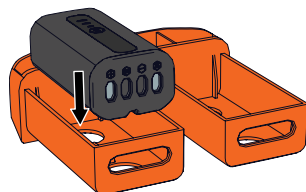

Figure 14
5. Remettre les couvercles et réinsérer les boîtiers de piles dans le compartiment de piles. Veiller à ce que l'extrémité munie d'ouvertures soit alignée avec l'ouverture sur l'arrière du compartiment de piles. (Figure 14)